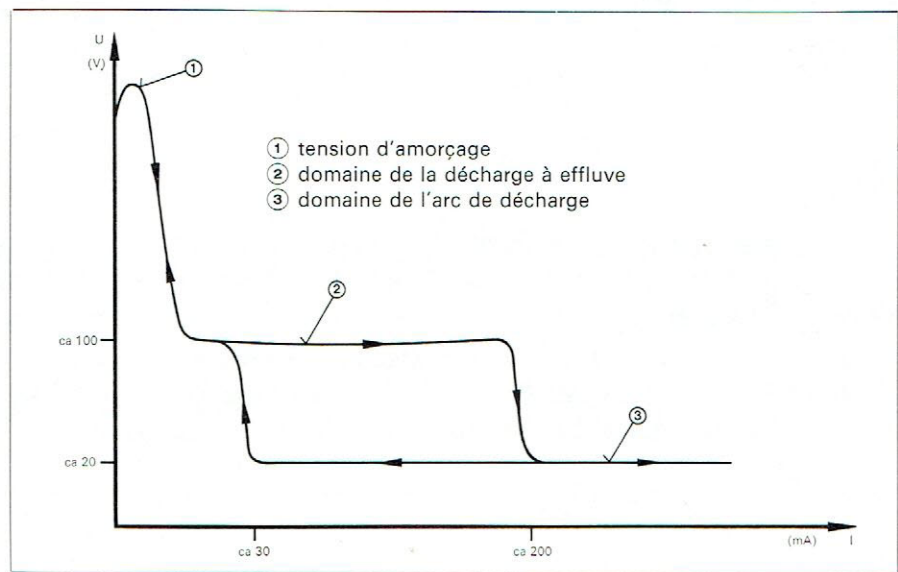
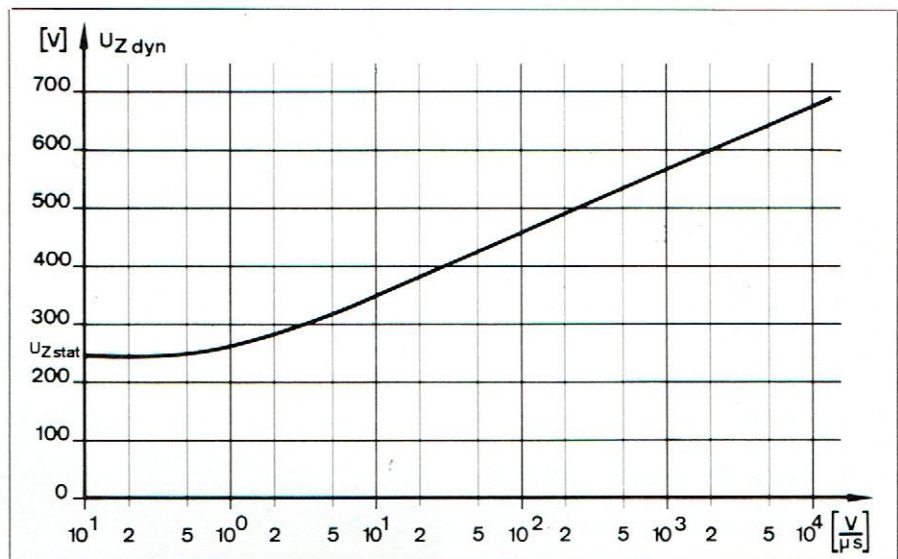

Figure 3 Caractéristique de la tension en fonction du courant des parasurtensions
Figure 4 Tension d'amorçage du parasurtension UC 230 en fonction de la vitesse d'accroissement de l'impulsion
Les parasurtensions à gaz raréfié sont aussi des composants idéaux pour la protection des circuits électroniques, lorsque des courants atteignant jusqu'à 25 kA peuvent être dérivés. La capacité réduite, la forte résistance de leur isolation à l'éclatement et la basse tension de l'arc au cours de la dérivation ne sont obtenues avec aucun autre dispositif. La figure 3 illustre la caractéristique typique de la tension en fonction du courant d'un parasurtension. La tension statique de réponse (1) du type UC 230 est de l'ordre de 230 V. Dans le cas de front raide de montée de l'impulsion, cette valeur augmente en raison du temps d'ionisation, et se situe encore entre 700 et 800 V pour des fronts de hausse de 10 kV/μs (figure 4). Le temps de réponse n'est donc que de l'ordre de 80 nanosecondes. La figure 5 montre l'allure de la tension en fonction du temps pour un parasurtension UC 230 qui a été excité par une hausse de tension de 2 kV/μs. La tension monte à environ 700 V avant l'amorçage et tombe alors immédiatement à la tension en régime d'arc de l'ordre de 15 V. Dans le domaine de la décharge par arc (figure 3), de brèves oscillations peuvent se manifester dans le plasma, et ce, dans le domaine de MHz.